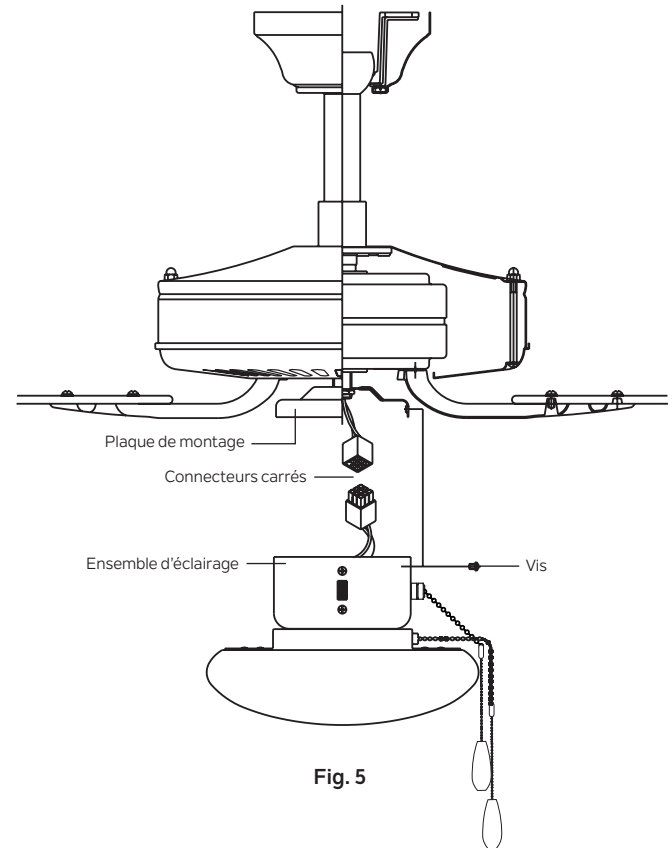

Fig. 5
7. Raise and hold the light kit assembly close to the mounting plate of the ceiling fan. Push the square wire connectors together. (Fig. 5)
8. Carefully push all wires back into the switch housing, then install the light kit assembly onto the mounting plate using the 3 switch housing screws. Be sure to tighten all screws. (Fig. 5)
7. Soulevez et maintenez l'ensemble d'éclairage près de la plaque de montage du ventilateur de plafond. Poussez les connecteurs de fils carrés ensemble. (Fig. 5)
8. Poussez soigneusement tous les fils dans le boîtier de l'interrupteur, puis installez l'ensemble d'éclairage sur la plaque de montage à l'aide des trois vis du boîtier de l'interrupteur. Assurez-vous de bien serrer toutes les vis. (Fig. 5)